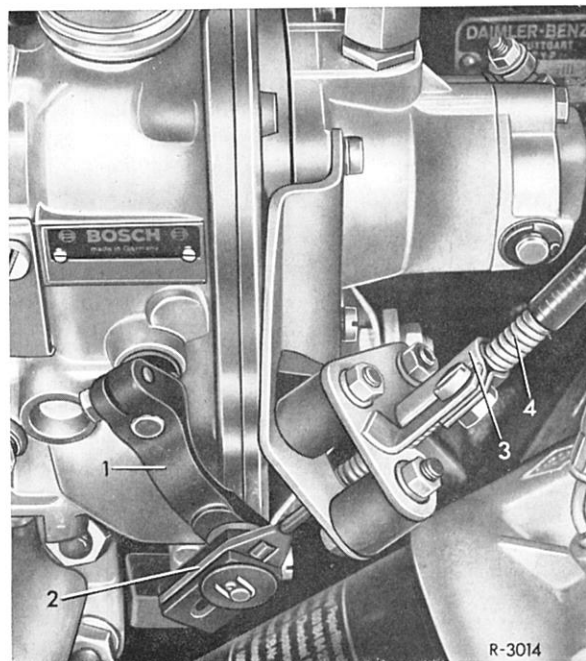

Bild 00–41/7
16 Anlaß- und Stopzug am Verstellhebel (1) (Bild 00–41/7) der Einspritzpumpe montieren und Einstellung des Drahtzuges kontrollieren (siehe Arb.-Nr. 00–42).